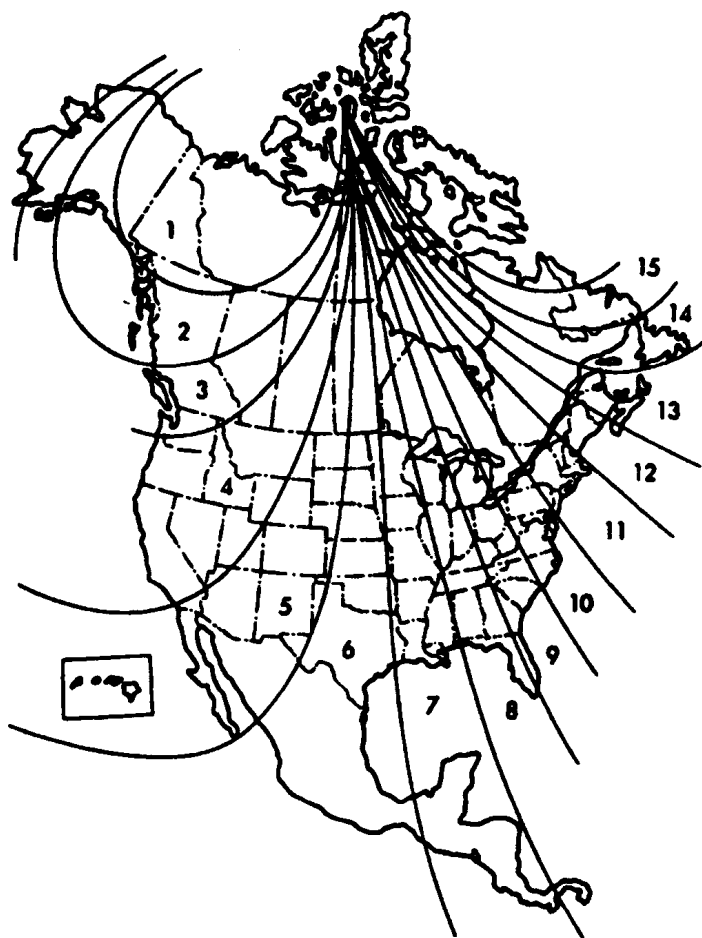

图 1-5 指南针地域偏差地图
c. 按下 STEP (步进) 按钮, 便可以显示地域偏差, 见图 1-5;